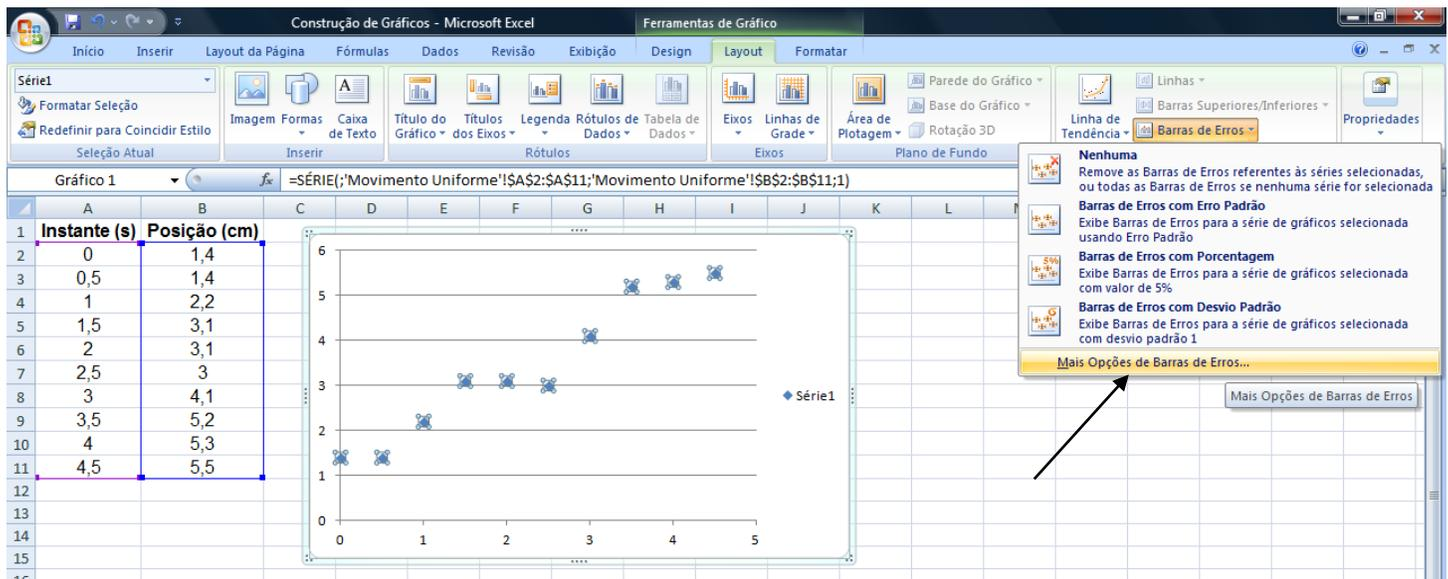

Figura 5. Na seção *Análise* da aba *Layout* é possível explorar as diferentes opções para *Barras de Erros*.
- 2) Selecione, da seção *Análise*, a opção *Barras de Erros*. O Excel fornece opções diversas, mas para efeito de compreensão das diferentes opções, clique em *Mais Opções de Barras de Erros* (Figura 5);